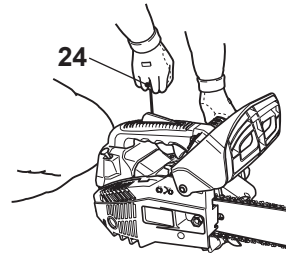

Fig. 28
- > Calez l'appareil par terre. Prenez la poignée avant [26] dans votre main gauche et calez l'arrière de la poignée arrière sur votre genou droit. Puis tirez d'un coup sec sur la poignée du lanceur à rappel [24] à 3 ou 4 reprises. N'essayez pas de lancer le moteur en tenant l'appareil d'une seule main (Fig. 28).